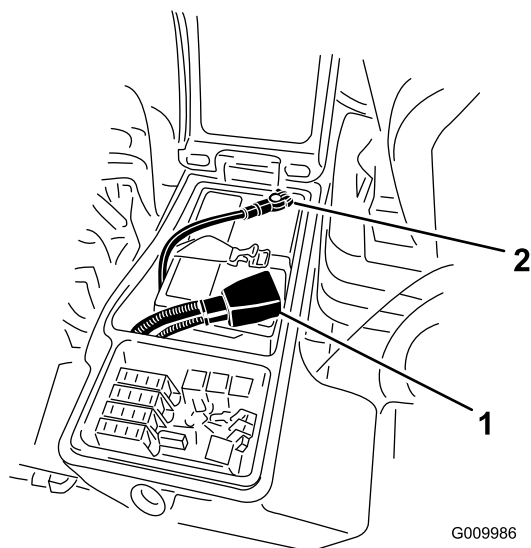

Figura 92
3. Rimuovete il cavo negativo (nero) dal morsetto negativo (-) e il cavo positivo (rosso) dal morsetto positivo (+) della batteria (Figura 92).
- Collegate il cavo positivo (rosso) al terminale positivo (+) e il cavo negativo (nero) al terminale negativo (-) della batteria (Figura 92).